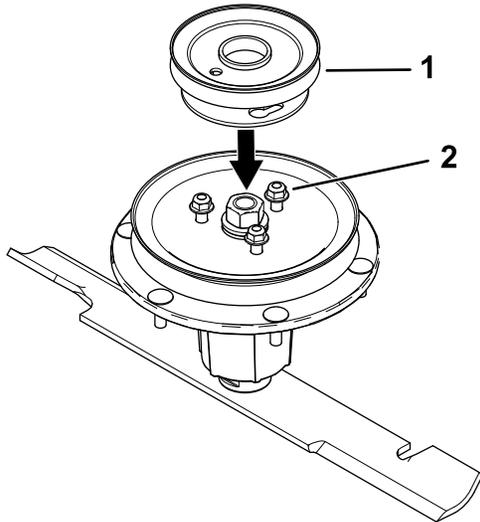

Figure 10
- Placez la nouvelle poulie de sorte à pouvoir engager ses ouvertures sur les écrous (Figure 10).